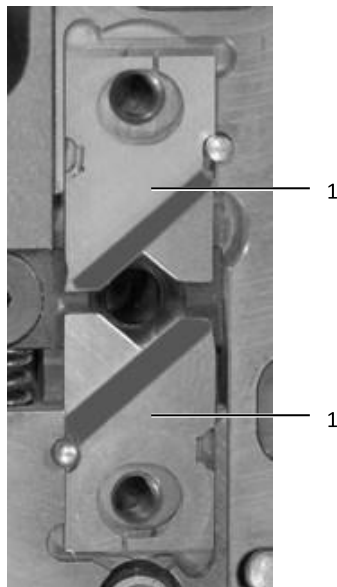

Abb. 26: Klingen einsetzen
- Legen Sie jedes Klappenpaar so zusammen, dass die abgeschrägten Kanten (in Abb. 26 rot markiert) nach außen zeigen.